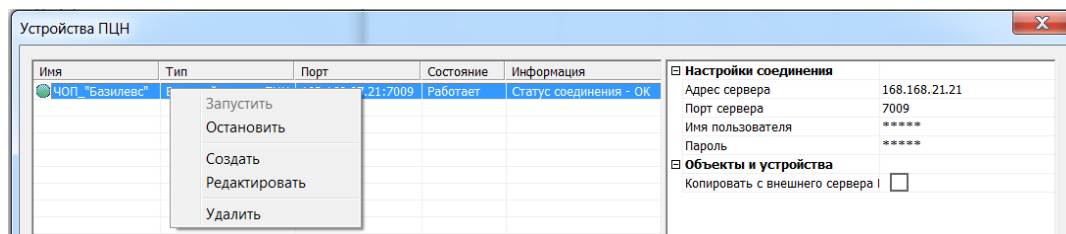

Рис. 11.4. Параметры внешнего сервера ПЦН
3. Создайте карточки устройства *Внешний сервер ПЦН* для каждого из охранных серверов, указав в них параметры этих серверов (IP-адрес, TCP/IP-порт подключения, имя и пароль пользователя с правами диспетчера — согласно сведениям, полученным от администраторов охранных серверов). Запустите эти устройства. (См. разделы 4.5.4, 10; рис. 11.4).